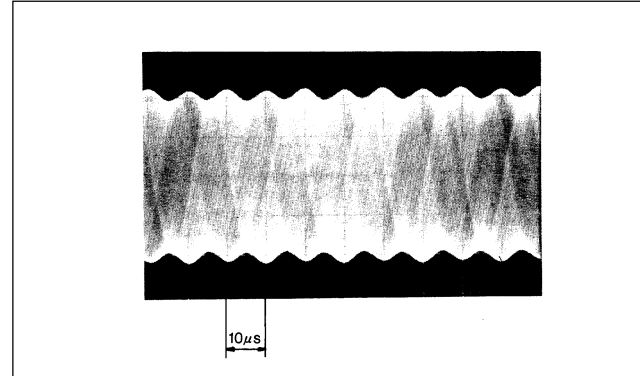

Abb. 4-9
- ⑤ Wird der Regler RV1 ungefähr auf die Mitte eingestellt und die Skala bewegt, erscheint die in Abb. 4-9 gezeigte Wellenform. Justieren Sie nun den Regler RV3, um die Welligkeit der Hüllkurve auf ein Minimum zu reduzieren.